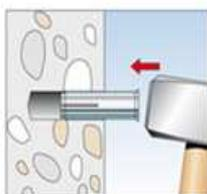

Fig. 2
3. Enfoncez la cheville à frapper dans le trou de forage à travers le trou d'ancrage du coffre-fort en donnant de légers coups de marteau jusqu'à ce qu'il soit **au niveau du sol**. Pour ce faire, vous pouvez utiliser le côté épais (Ø20mm) de l'outil à percussion [Figure 2].